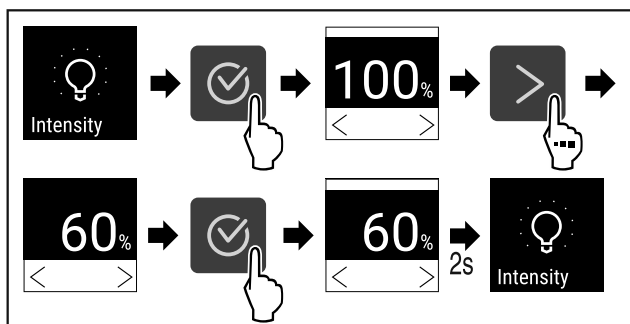

Fig. 71
- ▶ Atlikite veiksmus (žr. Fig. 71).